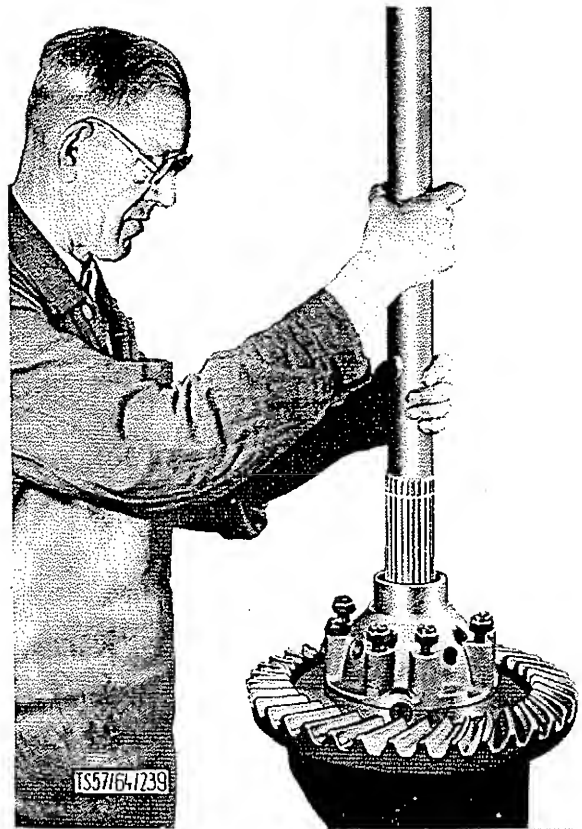

BILD 28: Zahnflankenspiel der Differentialzahnräder kontrollieren
6. Beide Gehäusehälften provisorisch mit drei Muttern zusammenschrauben. Eine Hinterachswelle in die Ausgleichsgehäusehälfte einführen und die Welle drehen, der Ausgleich muß sich ohne zu ecken, aber ohne Spiel drehen lassen (Bild 28), andernfalls wird die Zwischenscheibe (25/20) durch eine dünnere oder stärkere ersetzt.